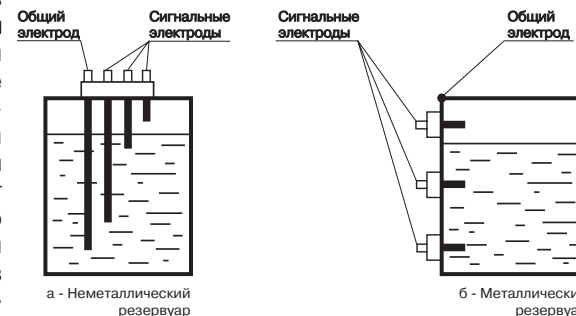

Рис. 2
3.1.2. В приборе в качестве датчиков уровня применяются **кондуктометрические зонды**, которые могут быть использованы для контроля уровня жидкостей, обладающих электропроводностью. Например, растворы кислот и щелочей, расплавленные металлы, вода и водные растворы солей, молоко и т. п. Кондуктометрические зонды простейшей конструкции представляют собой изолированные друг от друга металлические электроды, выполненные из коррозионно-стойких материалов. Один из электродов является **общим** для всех каналов контроля. Он устанавливается в резервуаре так, чтобы рабочая часть электрода находилась в постоянном контакте с жидкостью во всем диапазоне контроля (от нижнего уровня до верхнего включительно). Подключается этот электрод к одному из контактов прибора «Общий» (рис. 2, а).
уровней жидкости в металлическом резервуаре в качестве общего электрода может быть использован корпус резервуара (рис. 2, б).